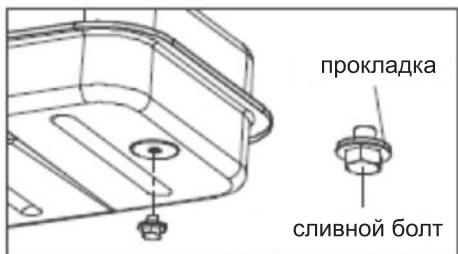

Рис. 12
- Слейте залитое топливо через сливное отверстие, открутив сливной болт (рис. 12) (кроме ТП22ДП..).